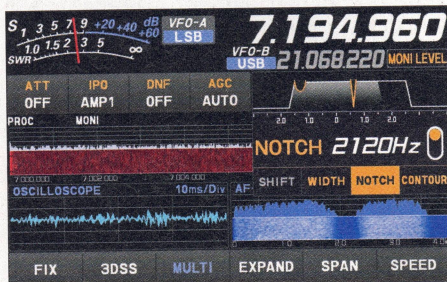

Bild 7: Veranschaulichung eines Audiosignals, welches hier durch ein Konturfilter bei 200 Hz und ein Notch-Filter bei 2120 Hz beeinflusst wird.
- *Contour* bezeichnet ein ähnliches Filter, das eine breitere Kurve, jedoch mit geringerer Ausblettiefe, aufweist. Es eignet sich in erster Linie für SSB-Signale, deren Verständlichkeit sich oftmals durch Absenken bestimmter Frequenzanteile verbessern lässt. Bild 7 veranschaulicht die Wirkung der beiden genannten Filter.